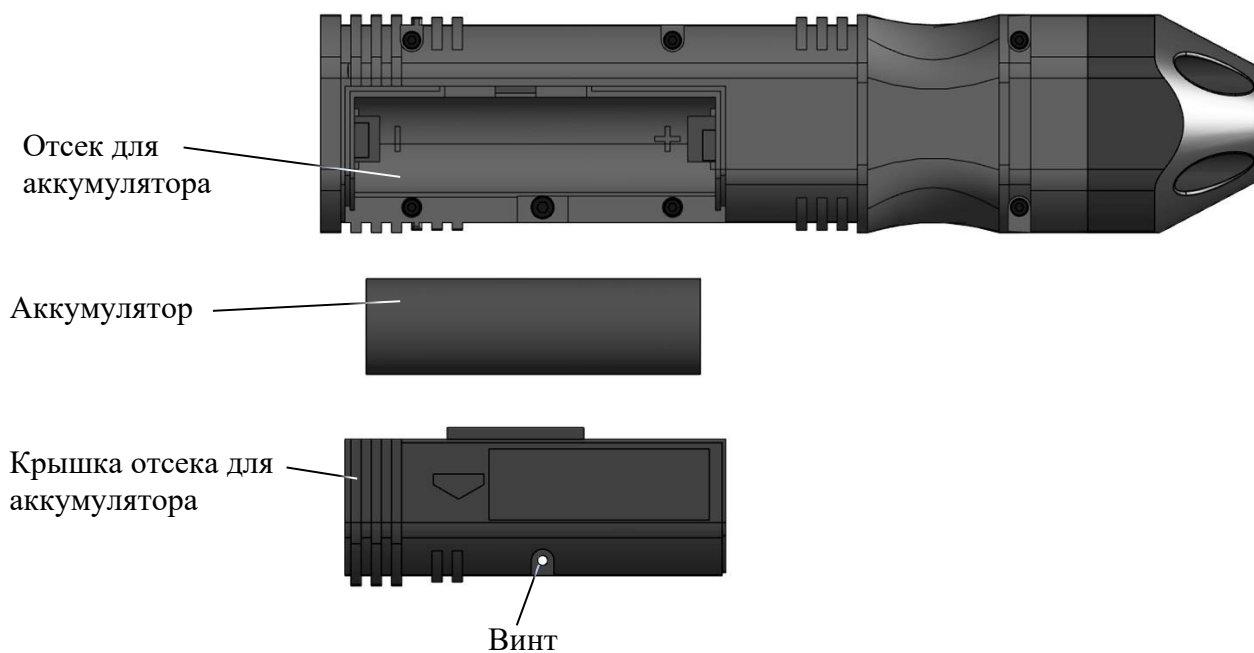

Рисунок 4.2
4.2.2 Для замены аккумулятора (Рисунок 4.2):